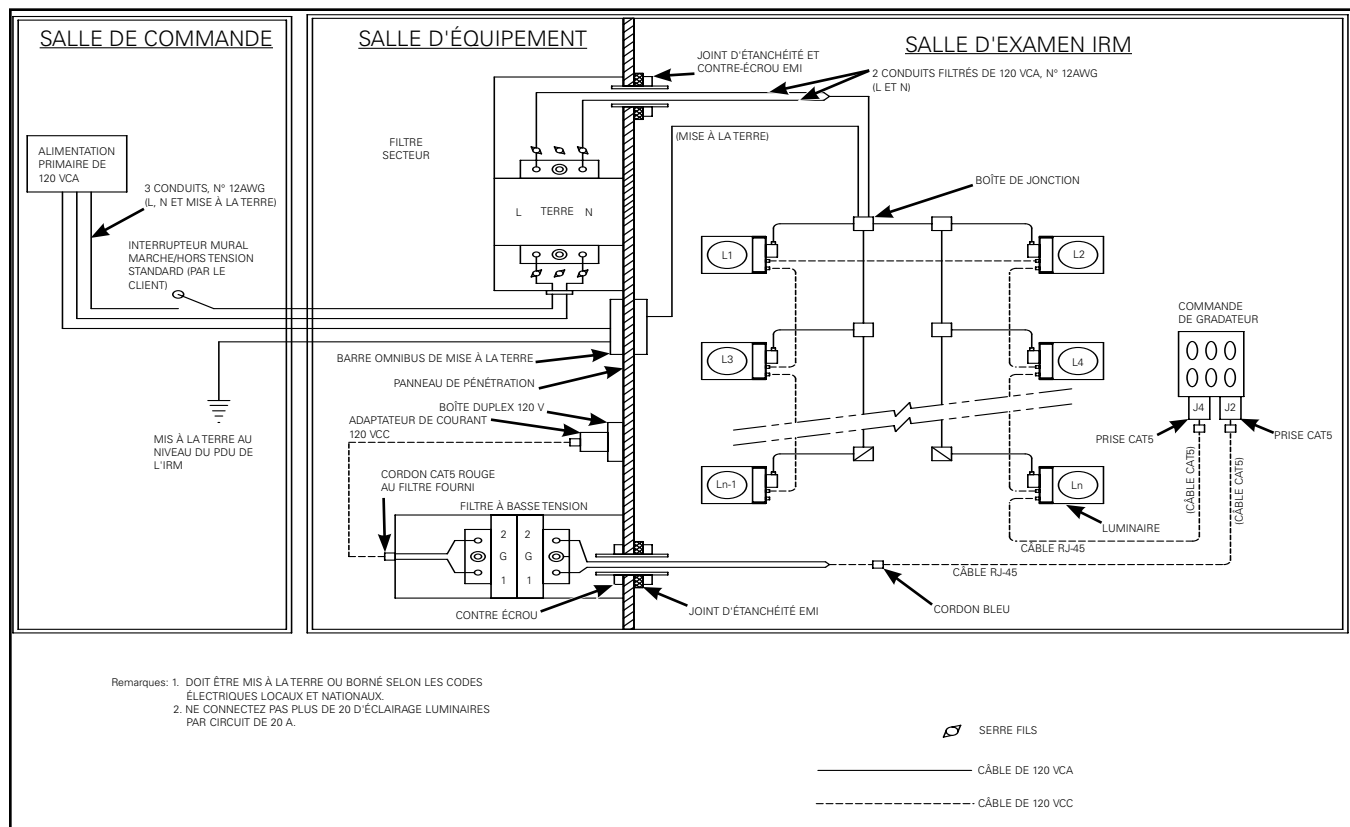

Figure 14. Installation d'un système avec gradateur - Intérieur de la salle d'IRM
4. Remarque importante: Tous les câbles RJ45 doivent être utilisés selon la configuration 568-B. Faites passer un câble RJ45 du gradateur vers le luminaire F6MRI le plus près, puis dans la boîte de commande du gradateur. Branchez toutes les lampes restantes en guirlande. Voir (Figure 14.).